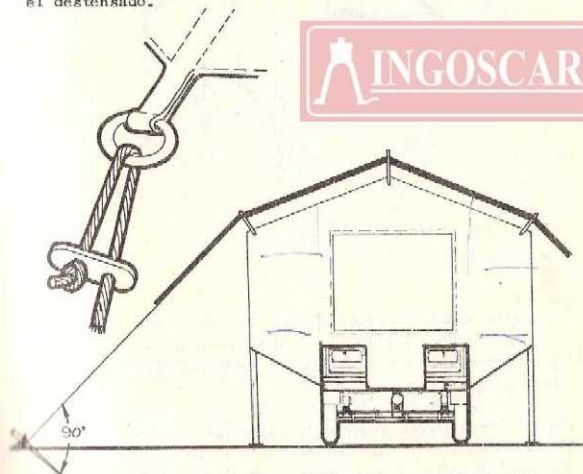

fig. 21
14. Ahora se procederá a tensar los vientos del sobretecho hasta el suelo, mediante las estacas horquillas clavadas en forma perpendicular a la soga (fig.21), a fin de evitar el arrancamiento, cuidando de dejar las drizas de aluminio lo suficientemente cerca del amarre para permitir el tensado final, pero no tan cerca como para que entorpezca el destensado.